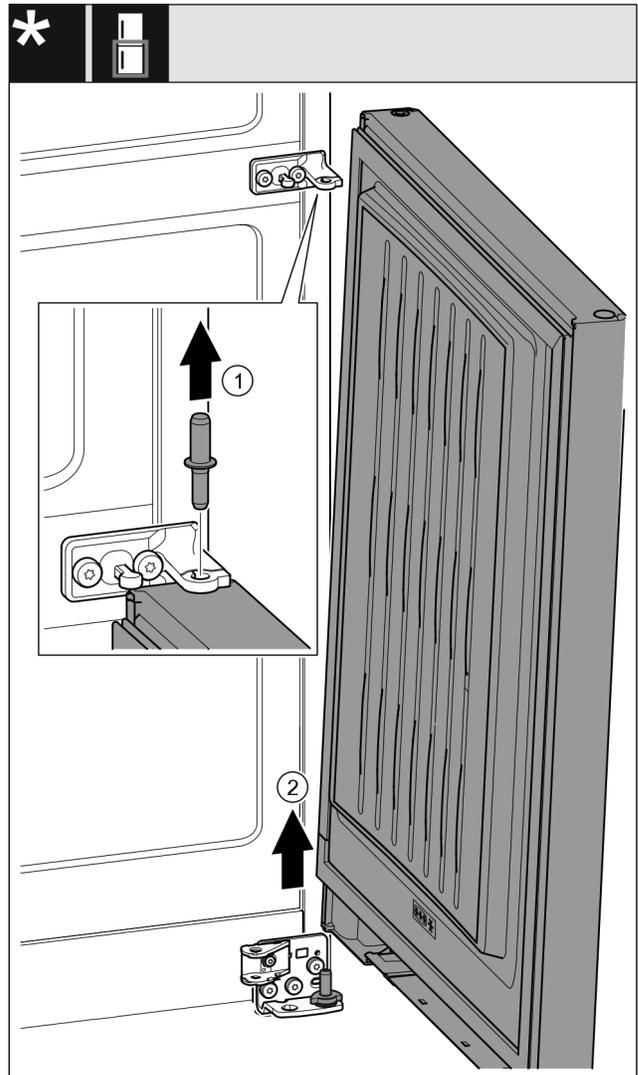

Fig. 22 \*
- ▶ Retirer l'axe Fig. 22 (1) par le haut.\*
- ▶ Faire pivoter la porte Fig. 22 (2) vers l'extérieur, la retirer par le haut et la mettre de côté.\*